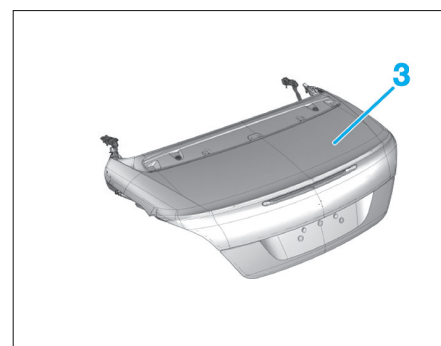

Fig. 131
- A l'aide d'un autre opérateur, déposer l'ensemble de coffre (3) (Fig.131).